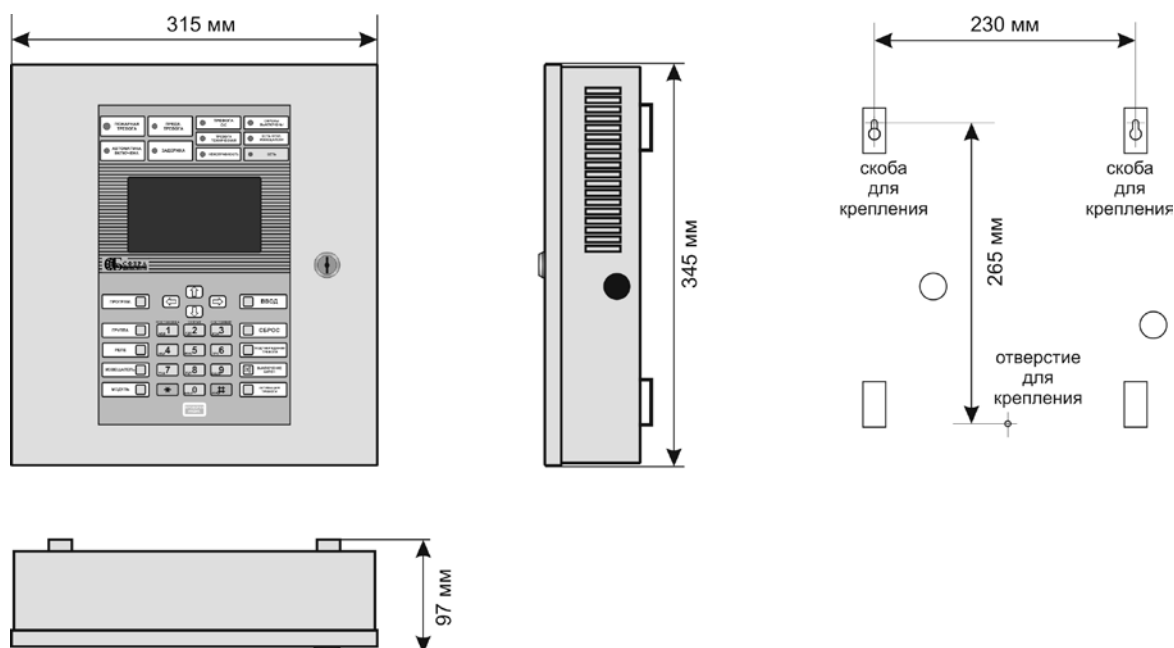

Рисунок 11.
СФ-2001-1.24 поставляется в металлическом корпусе (рис. 11). Корпус имеет внешнюю дверцу, которая оборудована замком. На торцах корпуса расположены вентиляционные отверстия прямоугольной формы. На задней стороне корпуса расположены 4 скобы, 2 монтажных отверстия $\varnothing$ 20 мм для прокладки кабеля и отверстие $\varnothing$ 5 мм для фиксации корпуса на стене. С правого и левого торцов корпуса находятся монтажные отверстия $\varnothing$ 20 мм закрытые пластмассовыми заглушками.
- б) В соответствии с шаблоном на рис.11 установите системный блок на стене. Проводку кабеля удобно осуществлять с задней стороны корпуса. Для этого между корпусом и стеной имеется зазор 10 мм. Так же возможна подводка кабеля с торцов корпуса, при этом необходимо удалить пластмассовые заглушки.